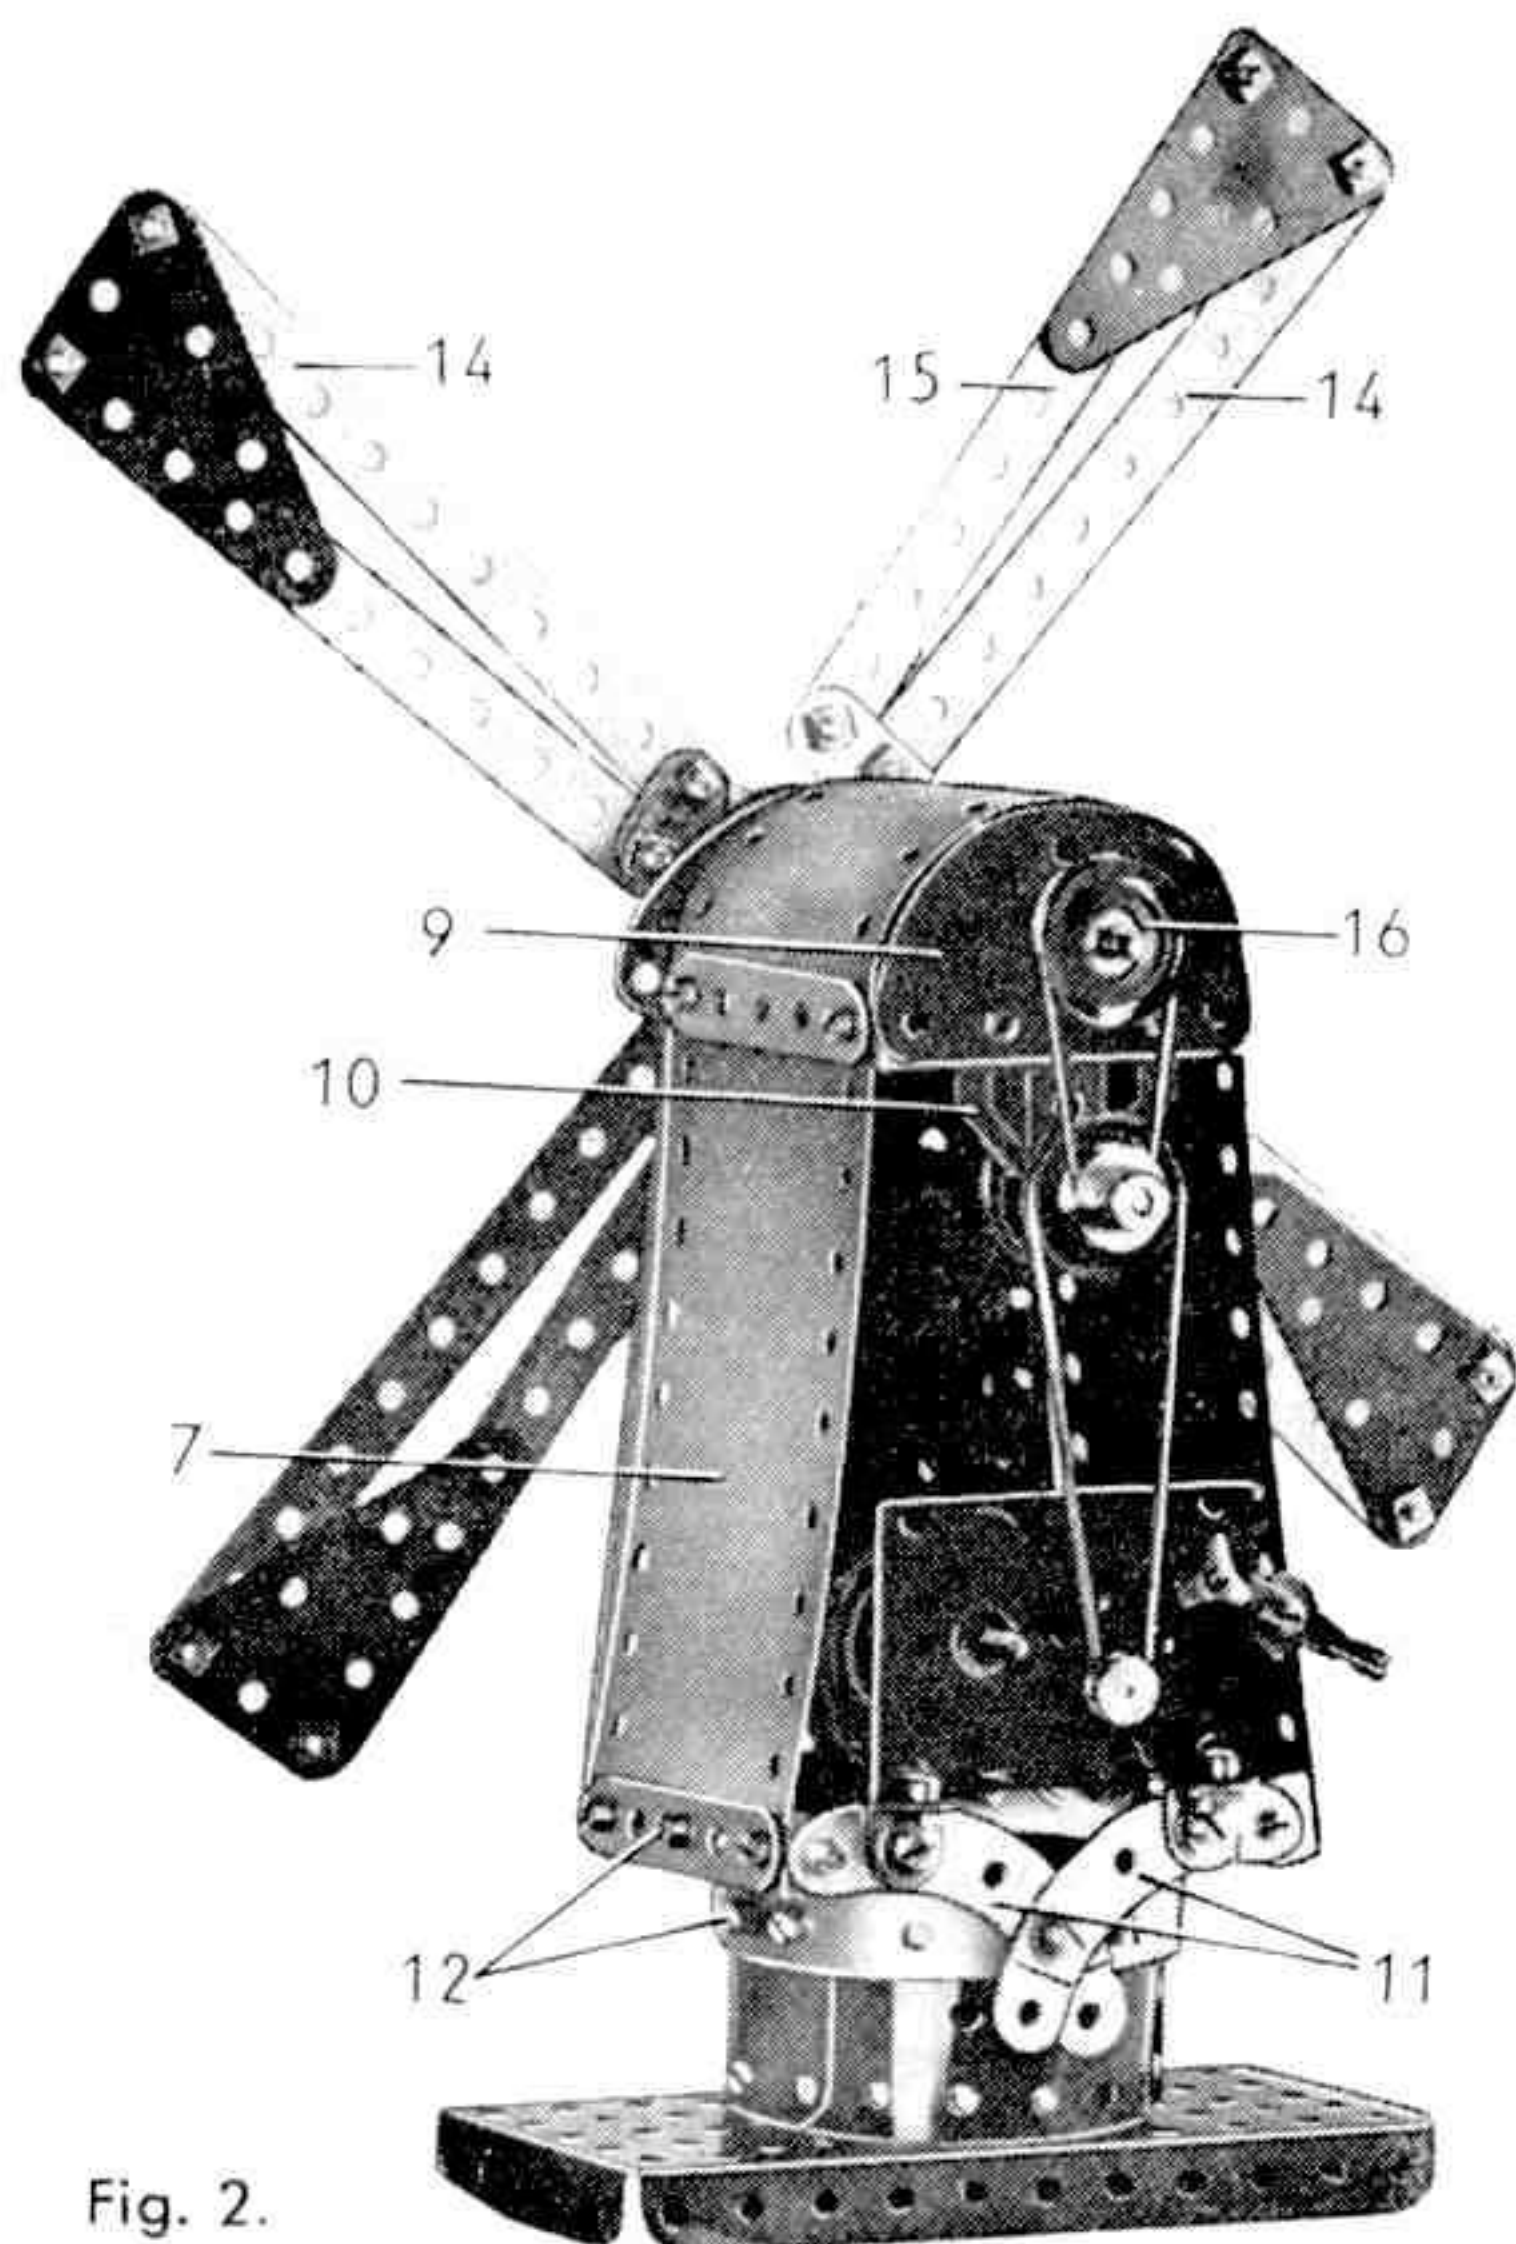

Fig. 2.
A sa partie arrière (fig. 2) le moulin porte une plaque semi-circulaire (9) qui fait le pendant de la plaque identique (3). La plaque (9) est soutenue par une bande coudée de 60×12 mm. boulonnée sur les côtés et elle porte une embase triangulée plate (10). Les angles inférieurs des deux plaques (7) sont reliés par deux bandes incurvées épaulées (11) disposées comme le montre la figure 2.